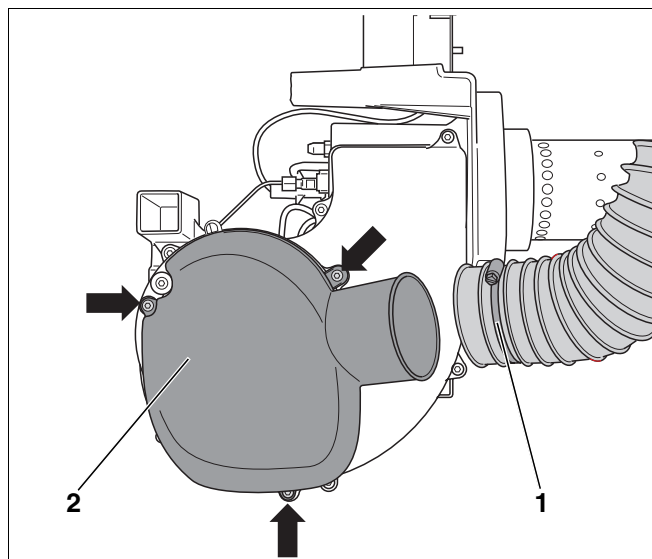
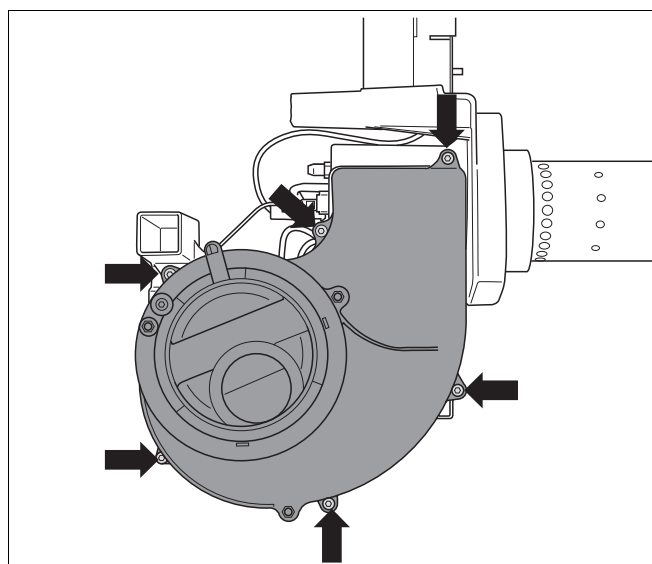

Рис. 29 Демонтировать глушитель на всасывании
Рис. 30 Демонтаж кожуха вентилятора
- Ослабить специальный хомут (рис. 29, **поз. 1**) на шланге подачи воздуха для горения при работе с забором наружного воздуха.
- Отвернуть крепежные винты (рис. 29, **указаны стрелками**) и снять глушитель на всасывании (рис. 29, **поз. 2**).
- Отвернуть шесть крепежных винтов (рис. 30, **указаны стрелками**) и снять кожух вентилятора.
- Закрепить кожух вентилятора (рис. 30) и глушитель на всасывании (рис. 29, **поз. 2**).
- Ослабить специальный хомут (рис. 29, поз. 1, стр. 30) и снять всасывающий шланг.